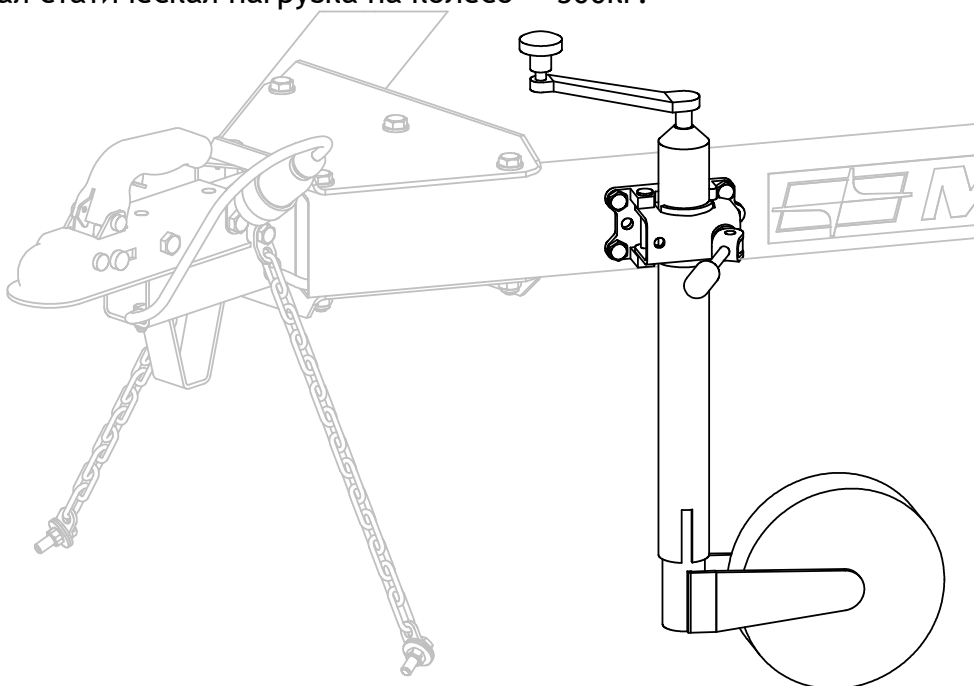

рис.2
а) **Рабочее положение (рис. 2)** – для облегчения передвижения прицепа без тягача и обеспечения горизонтального положения прицепа на стоянке.
7.5 При нахождении опорного колеса в рабочем положении (рис. 2), перед началом маневрирования убедитесь, что крепление колеса не находится в пазах цилиндра, т.е. не заблокировано.